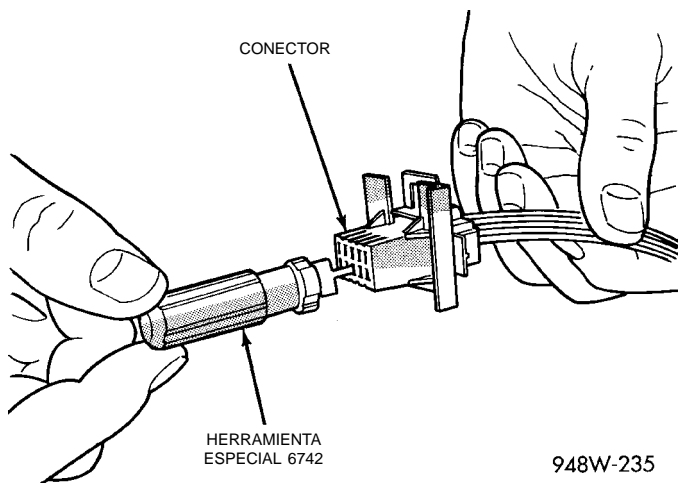

Fig. 13 Utilización de la herramienta especial 6742
- (4) Utilice la herramienta especial 6742, para liberar las garras de traba del terminal (Fig. 13).
- (5) Tire del cable para sacarlo del conector.
- (6) Repare o reemplace el conector o terminal, según sea necesario.